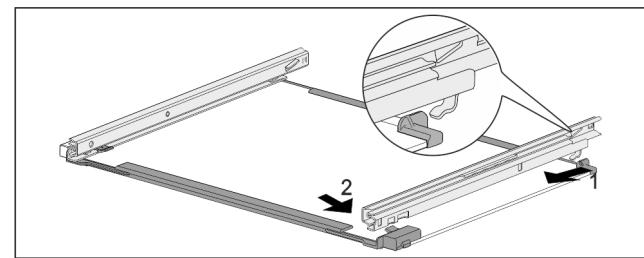

Fig. 175 Steklena plošča z vodili
- Vodilo obesite na kavelj na zadnji strani. Fig. 175 (1)
- Vodilo zaskočite na sprednji strani. Fig. 175 (2)